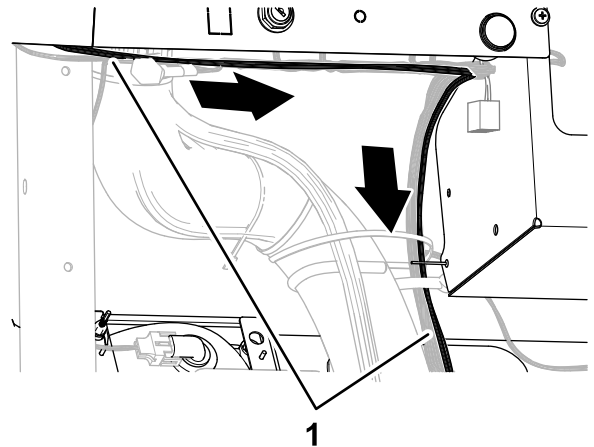

Figura 12
1. Enrute el arnés de cables del kit a través de la parte inferior del salpicadero y hacia abajo, a lo largo del arnés de cables de la máquina (Figura 12)
2. Enrute el arnés de cables del kit por el anillo de goma en la chapa del suelo (Figura 12).